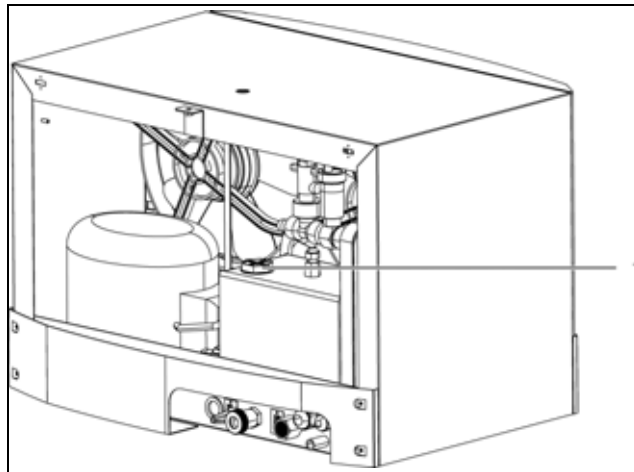

Рис. 52: Произведите заполнение охлаждающей жидкостью (3318.610 и 3319.610)
- Залейте охлаждающую жидкость через штуцер (рис. 52, поз. 1) в бак чиллера.